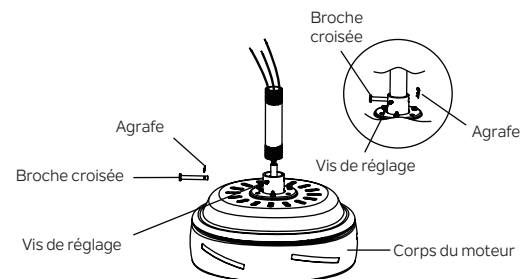

Fig. 8
Étape 4. Desserrez les deux vis de réglage et retirez le clip et la goupille croisée du couplage supérieur du corps du moteur. Faites passer soigneusement les fils du ventilateur à travers la tige descendante. Vissez la tige descendante sur l'accouplement du moteur jusqu'à ce que les trous des broches transversales soient alignés. Ensuite, remplacez la goupille transversale et le clip, puis serrez les deux vis de réglage. (Fig. 8)